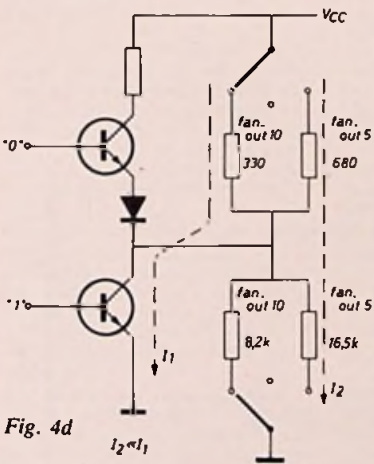

Fig. 4d
4) *Beide belastingen aanwezig, waarbij de IC-uitgang laag is*; zie fig. 4d.